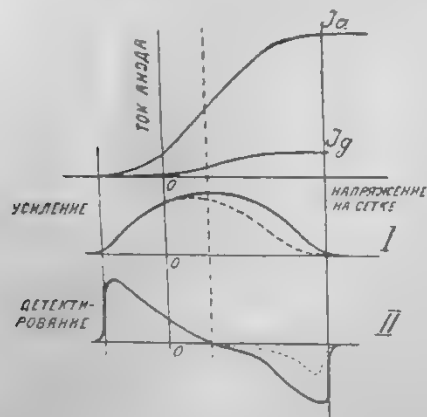
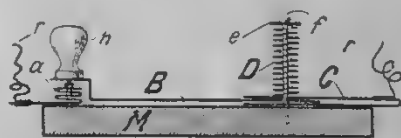

Рис. 6. Усиление и детектирование в зависимости от рабочей точки характеристики.
Рис. 5. Коммутатор тов. Баюрщужко сбоку.
1) детектор не потребляет энергии и 2) не вносит затухания в приемном контуре. Этот метод детектирования, называемый „детектированием с использованием кривизны анодной характеристики (кривая  $J_a, E_g$ ) в практике не ходит широкое распространение в виду его простоты и надежности. На рис. 5 (стр. 116) графически изображена картина детекторного действия лампы в нижнем перегибе ее характеристики. На рисунке нанесены все необходимые пояснительные надписи, поэтому дальнейший пояснений здесь он не требует. Само собой очевидно, что детекторное действие лампы в количественном отношении зависит от величины напряжения на сетке и при каком-то определенном отрицательном напряжении на сетке получается наибольший детекторный эффект. На рис. 6 в самой верхней части изображен примерный ход статической характеристики приемной лампы, а ниже сплошная кривая 1 изображает усиление, которое можно получить от лампы в различных точках ее характеристики; на кривой 2 — детекторный эффект для той же характеристики. Обе кривые